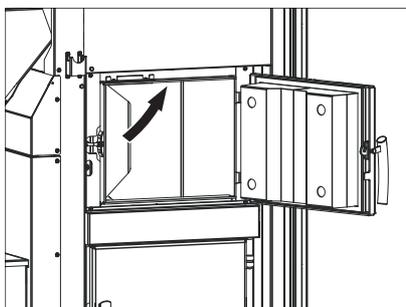
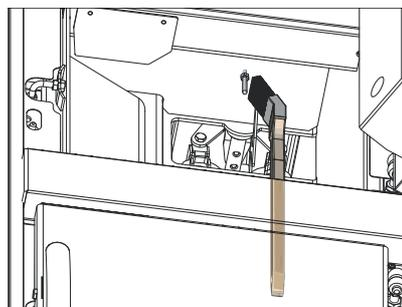

Fig. 37 Nettoyage de la sonde Thermocontrol
Fig. 38 Nettoyage de la sonde Thermocontrol
- Au besoin, éliminer la suie de la sonde Thermocontrol à l'aide d'un pinceau de nettoyage. La sonde Thermocontrol se trouve dans la chambre de combustion – Fig. 37, Fig. 38.